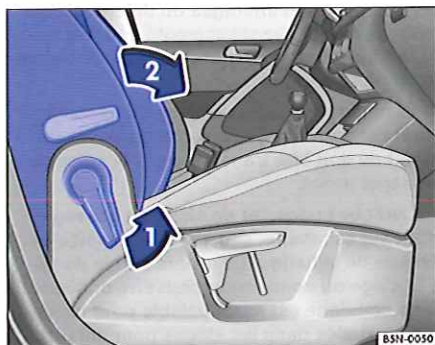
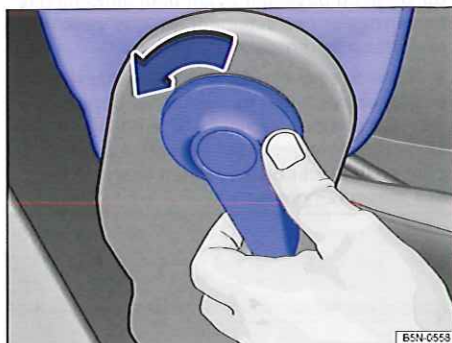

Fig. 58 Escamotage du dossier de siège du passager avant.
Fig. 59 Déverrouillage du dossier de siège escamotable du passager avant.
- Déverrouillez le dossier de siège du passager avant $\Rightarrow$ fig. 58 (flèche 1) et $\Rightarrow$ fig. 59.
- Escamotez le dossier de siège du passager avant en position horizontale $\Rightarrow$ fig. 58 (flèche 2).
- Pour relever le dossier de siège du passager avant, déverrouillez-le de nouveau $\Rightarrow$ fig. 58 (flèche $^{\circ}1$).